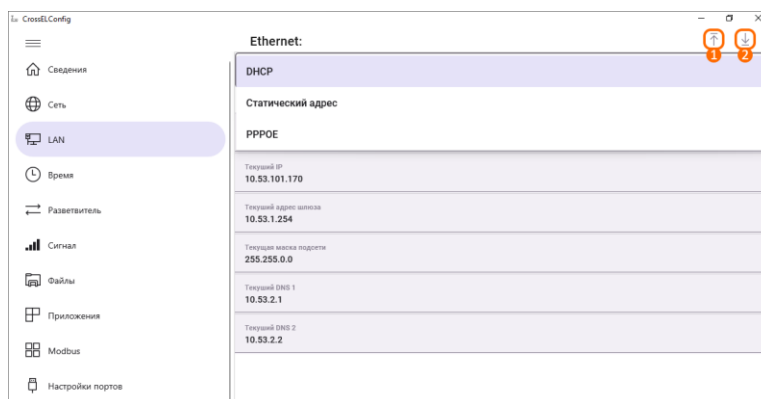

Рисунок 5 – Вкладка «LAN»
Вкладка позволяет задавать параметры сети «Ethernet» (рис. 5). Для настройки параметров локальной сети к заполнению доступны следующие параметры:
- Кнопка записи параметров (рис. 5, элемент 1) позволяет записать параметры сети;
- Кнопка чтения параметров (рис. 5, элемент 2) позволяет считать параметры сети.